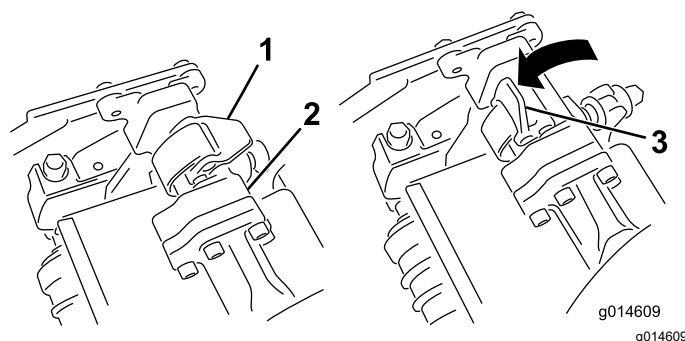

Рисунок 47
3. Когда защелки на штанге рычага подвески направлены вверх (т.е. открыты) (**Рисунок 47**), нажмите на рычаг подвески так, чтобы
4. Опустите защелки и поверните вокруг стержня режущего блока и заблокируйте их (**Рисунок 47**).
4. Откройте защелки на штанге рычага подвески режущего блока, который необходимо снять (Рисунок 47).